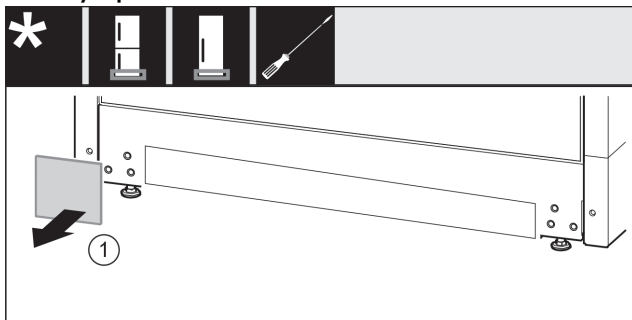

Fig. 19
- ▶ Снимите крышку Fig. 19 (1).